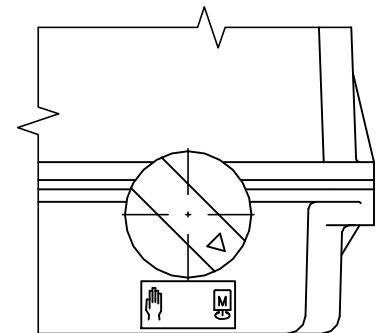

Рис.10
- кнопкой ручного управления вращаем вправо (Рис.10) - Δ на кнопке совпадет со символом руки), тем разомкнем передачу прибора. При приборох с рычагом надо держать рычаг, чтобы аппарат при нагрузке не натолкнулся на концевую позицию.